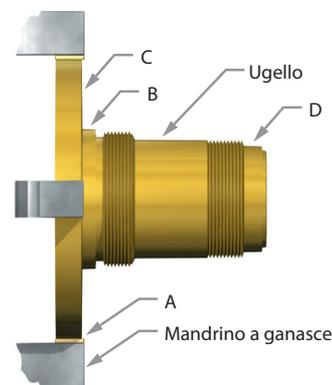

Figura 26: Ugello posizionato in una ganascia
1. Rimuovere l'ugello (2) dalla valvola da rilavorare a macchina. Se non può essere rimosso dalla base (1), rilavorare a macchina la valvola all'interno della base.
2. Impostare il tornio e l'ugello (2) come segue:
- Afferrare l'ugello in un mandrino indipendente a quattro ganasce (o pinza, se appropriato) utilizzando un pezzo di materiale soffice come rame o fibra tra le ganasce e l'ugello (vedere Figura 26).
- Allineare l'ugello in modo che le superfici contrassegnate con B, C e D funzionino correttamente entro .001" (.025 mm) sulla lettura dell'indicatore totale (vedere Figura 26).